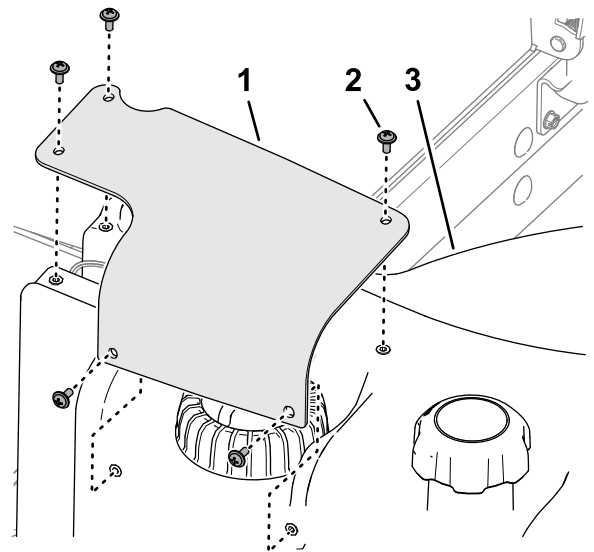

Figura 126
7. Alinhe os furos da tampa da alimentação de combustível com os furos do depósito de combustível, e fixe a tampa ao depósito com os cinco parafusos de cabeça Phillips (Figura 126).